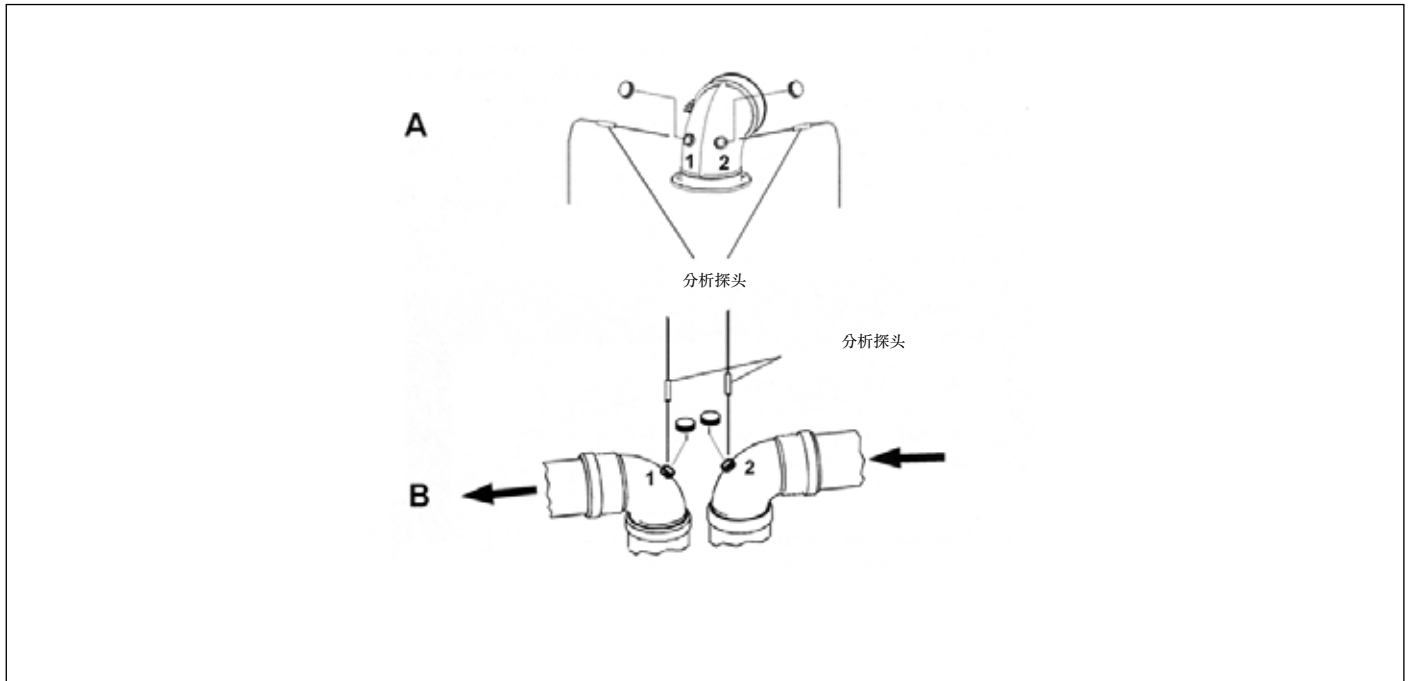

图 14 烟雾检测点范例
- 通过对应孔洞1测量进气温度（参见参照图(A)图14烟雾检测点范例，对于安装了预置孔洞管道的密封式壁挂炉）。
- 通过对应孔洞2测量烟雾温度和二氧化碳值（参见参照图(A)图14烟雾检测点范例，对于安装了预置孔洞管道的密封式壁挂炉）。
- 通过对应孔洞2测量进气温度（参见参照图(B)图14烟雾检测点范例，对于安装了预置孔洞管道的密封腔）。
- 通过对应孔洞1测量烟雾温度和二氧化碳值（参见参照图(B)图14烟雾检测点范例，对于安装了预置孔洞管道的密封式壁挂炉）。